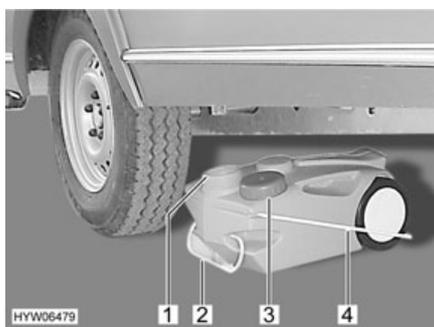

Fig. 160 Réservoir d'eaux usées, mobile
- Fermer l'ouverture du réservoir d'eaux usées (Fig. 160,1) à l'aide du couvercle (Fig. 160,3).
- Retirer le réservoir d'eaux usées par la poignée (Fig. 160,2).
- Rabattre la poignée de manutention (Fig. 160,4) vers le haut et placer le réservoir d'eaux usées.